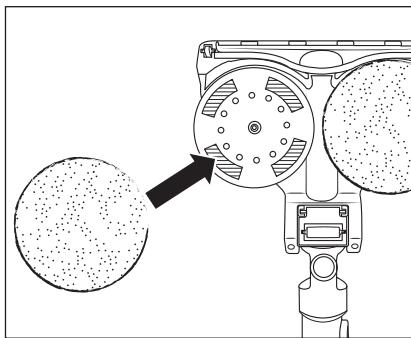

Abb. 17
- ◆ Um ein Wischpad 34 am Wischaufsatz 31 anzubringen, legen Sie es mittig auf einen der beiden Drehsteller an der Unterseite des Wischauf-satzes 31 (siehe Abb. 17). Drücken Sie es dann auf den Klettböndern des Dreh-tellers fest.